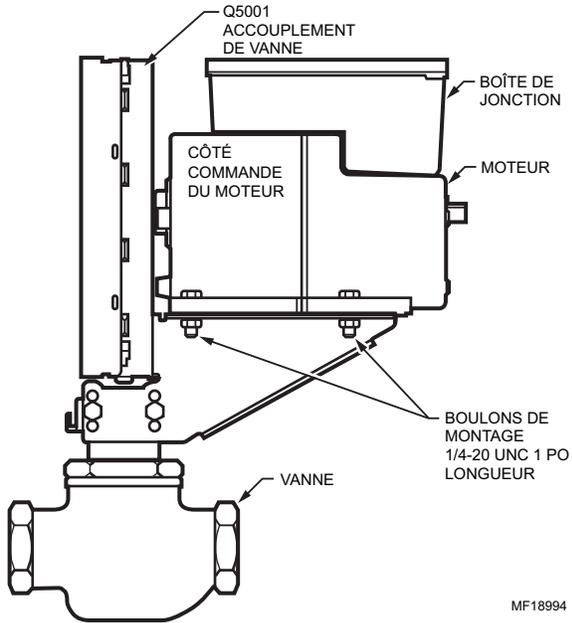

Fig. 4 — Fixation du servomoteur à un accouplement de vanne Q5001.
3. Fixer le servomoteur au support avec les quatre boulons fournis. Voir la Fig. 4.
Le support d'adaptation 220738A doit être utilisé avec l'accouplement Q100 dans toutes les applications de vannes. Le support d'adaptation n'est pas nécessaire avec l'accouplement de vanne Q5001 (voir la Fig. 4).